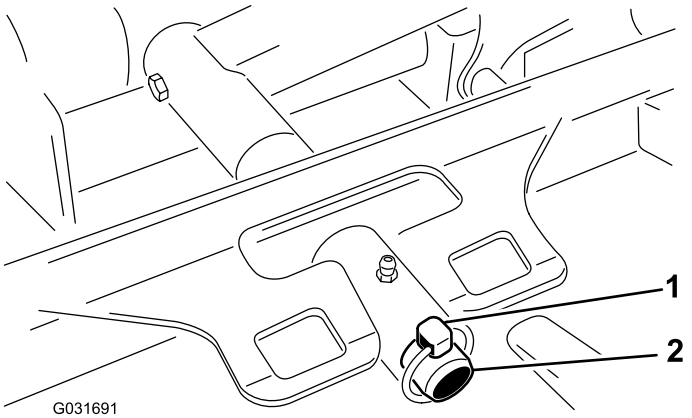

Figure 62
3. Retirez la goupille à anneau qui fixe le bâti porteur du plateau à l'axe de pivot du bras de relevage (Figure 62).
3. Poussez le bâti porteur du plateau de coupe sur la tige de pivot et fixez-le avec la goupille à anneau (Figure 62).